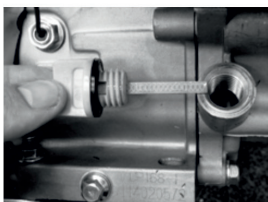

Рис. 20
2. Выкрутите пробку маслозаливной горловины (рис. 20).